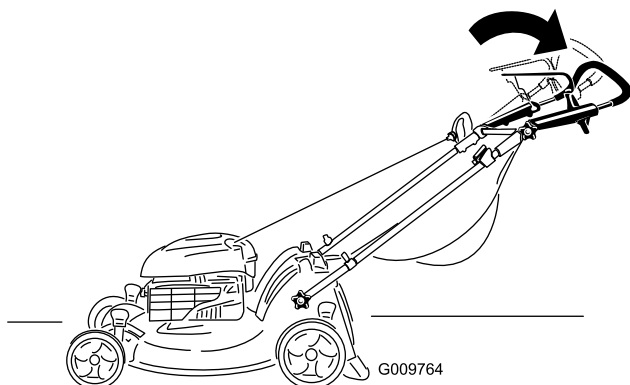

Figure 19
2. Placez la partie supérieure du guidon à la position voulue (Figure 19).
3. Serrez fermement le bouton de la partie supérieure du guidon (Figure 19).